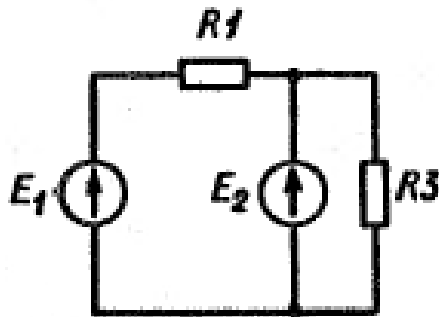

Рис.4.3
**ЗАДАЧА 4.4** Для электрической цепи, представленной на рис. 4.3, заданы значения параметров цепи в соответствии с табл. 4.2. Для каждого варианта определить параметры, указанные звездочкой, и составить баланс мощностей.